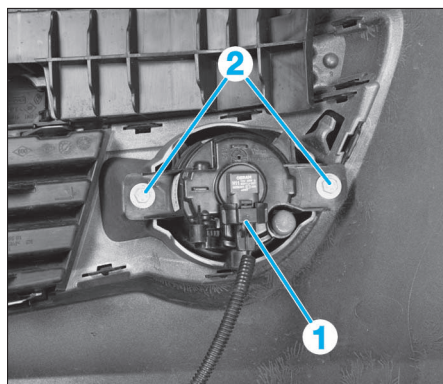

FIG. 8
- Débrancher le connecteur (1) (Fig.8).